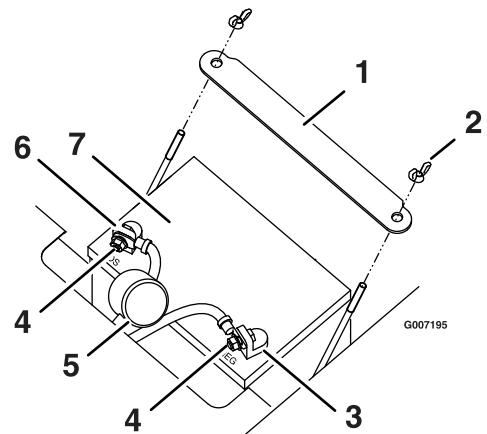

Figura 32
4. Desconecte el cable negativo de tierra (negro) del borne de la batería (Figura 32). Guarde todos los herrajes.
6. Retire la correa de sujeción de la batería (Figura 32) y levante la batería para retirarla de su bandeja.
1. Coloque la batería en la bandeja, con los bornes hacia el puesto del operador (Figura 32).
5. Fije la batería con la correa de sujeción (Figura 32).